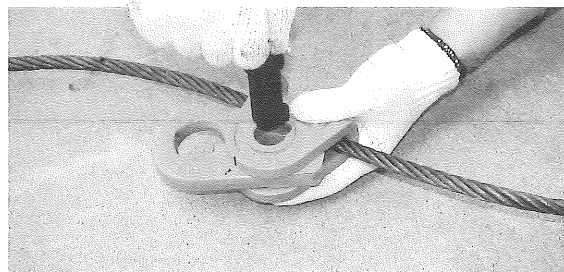

図4. 軸を半回転して下さい。
- ① 決められたワイヤロープ以外のサイズは、使用しないで下さい。下記仕様を参照。
- ② ワイヤロープ以外は使用出来ません。
- ③ 許容荷重を越えた荷重は、掛けないで下さい。
- ④ 軸は、差し込んで半回転してから使用して下さい。 下図4を参照。
- ⑤ 高所からの投げ落としは、厳禁です。
- ⑥ 本体の底や、カムの先端の摩耗のひどいものは、使用しないで破棄して下さい。ワイヤロープが滑べる危険があります。